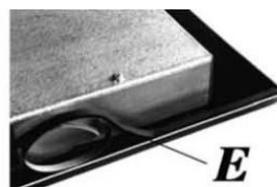

Рис.9
- Переверните варочную поверхность и правильно расположите уплотнитель «E» (рис. 9) под краями варочной поверхности так, чтобы наружная сторона прокладки точно совпадала с наружным краем варочной поверхности. Края полосок должны совпадать, не выступая друг над другом.